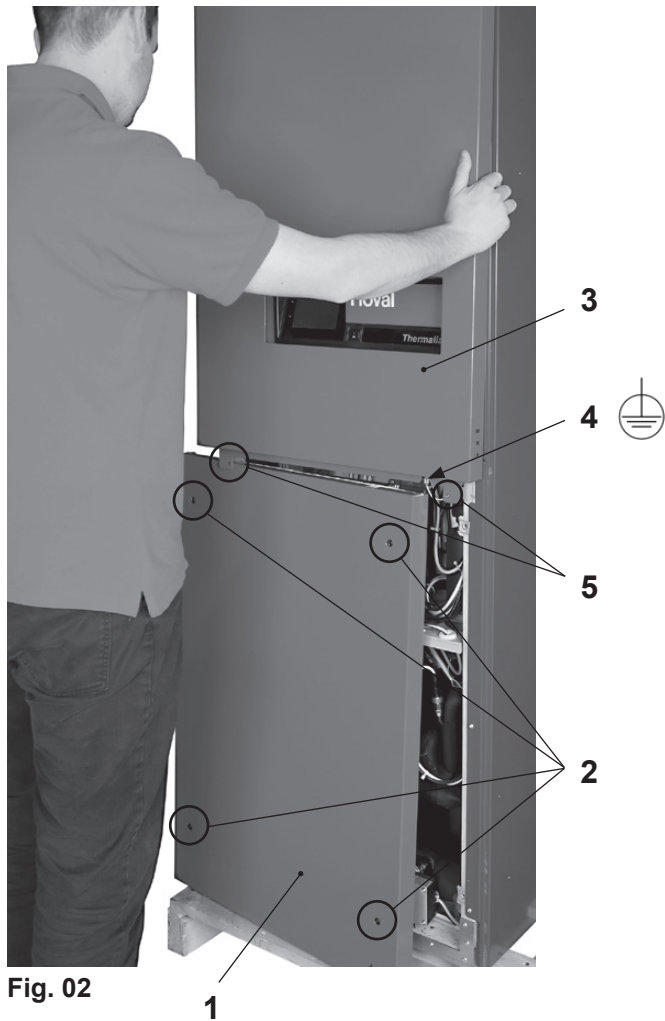

Fig. 02
1. Démontez l'habillage avant inférieur (1, Fig. 02) en retirant les quatre vis de fixation (2).
2. Démontez l'habillage avant supérieur (3)
- Ce faisant, débrancher le câble de mise à la terre (4) fixé à l'habillage avant supérieur (3).
- Retirez les deux vis de fixation (5), puis l'habillage avant supérieur.